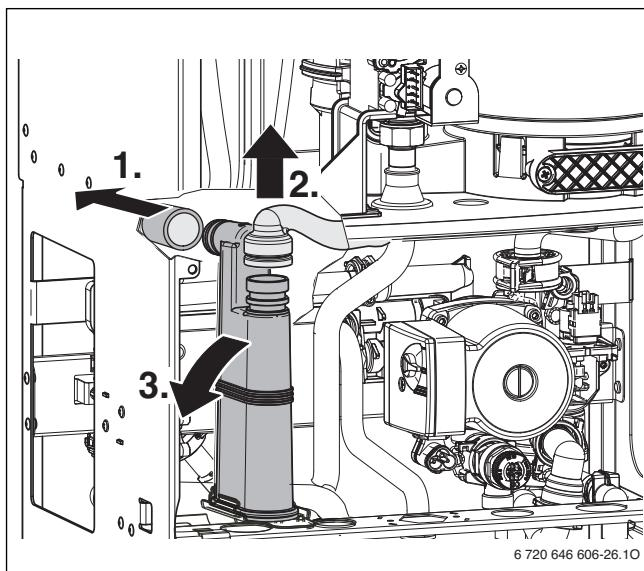

Рис. 52
► Демонтируйте конденсатный сифон (→рис. 52) и подставьте подходящую ёмкость.